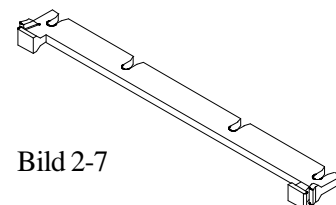

Bild 2-7
- ❑ Kühlkörperhalter Oberteil (HSSTOP) - Nachdem sich der Prozessor mit Kühlkörper im Ständer befindet wird dieses Teil seitlich auf das Basisteil geschoben, bis es einrastet und somit den Kühlkörper sichert. (siehe Bild 2-7)